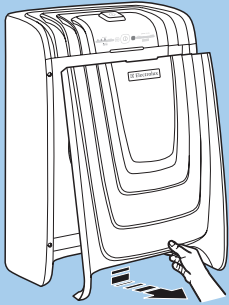

Fig. 2
- 2 Gently grip the bottom of the front panel and remove it by pulling the bottom gently toward you (Fig. 2).
- 2 Saisir délicatement le bas du panneau avant et l'enlever en tirant délicatement la bas vers soi (Fig. 2).
- 2 Tome con suavidad la parte de abajo del panel frontal y retírela jalando suavemente la parte de abajo hacia usted (Fig. 2).